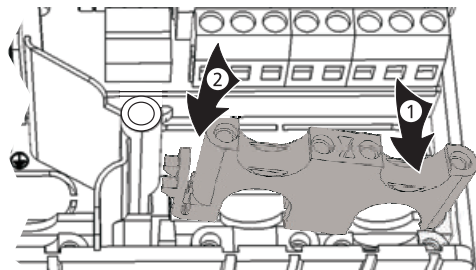

Fig. 4: Inserimento del ponticello destro
1. Inserire il ponticello di destra dapprima dal lato della linguetta ① (fig. 4).
2. Premere verso il basso l'altro lato del ponticello ② fino a che il morsetto a molla non s'inserisce con uno scatto.